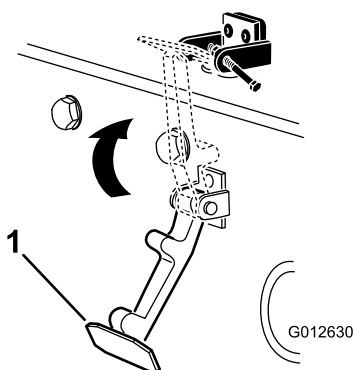

Figura 5
8. Enganche el cierre en el cerradero del capó (Figura 5).